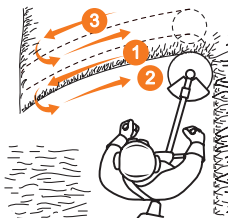

Рис. 11
- Для кошения густой высокой травы перемещайте режущую часть медленно и осторожно. Скашивание травы производите на максимальных оборотах двигателя (в режиме «TURBO») справа налево, возвращайте триммерную катушку по уже скошенной траектории (Рис. 11).